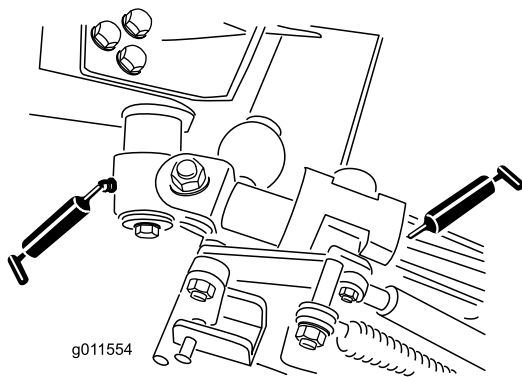

Figura 69
- Dois casquilhos da articulação da alavanca (Figura 69)
- Quatro casquilhos do braço traseiro (Figura 69)